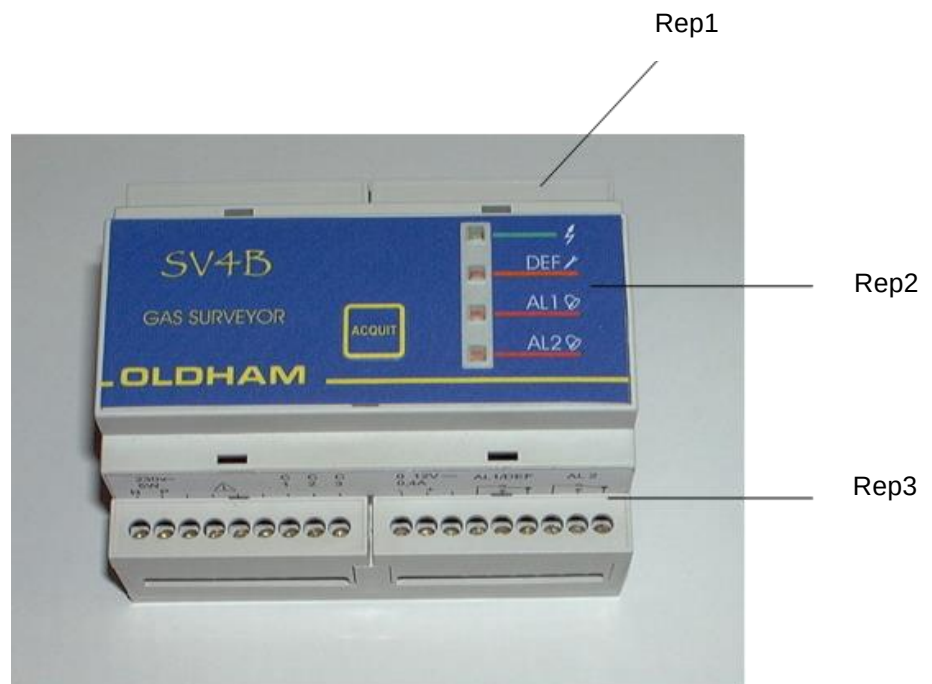

Figure 1
- en haut pour les réglages et tests (Figure 1, Rep 1)
- en face AVANT pour les indications lumineuses (Figure 1, Rep 2)
- en bas pour les raccordements (Figure 1, Rep 3)